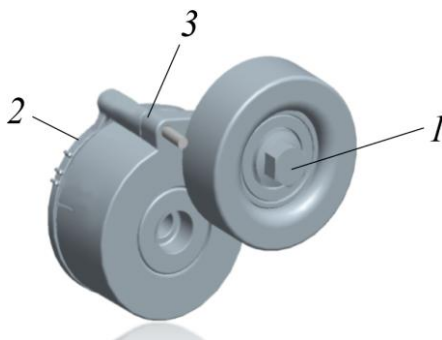

Рисунок 5.23. Натяжное устройство ремней двигателя ЯМЗ-534
- 1) Проверить отсутствие заклинивания натяжителей ремней, повернув ключом $S=15$ два-три раза поворотный корпус ролика 1 относительно неподвижного основания 2 против часовой стрелки до совмещения отверстий 3 под установочный штифт (рис. 5.23). В случае заклинивания натяжителя, ослабить болт крепления и повторить операцию, описанную выше.